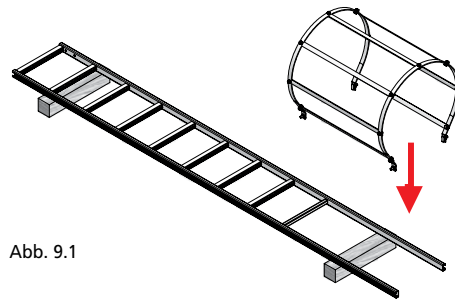

Abb. 9.1
1. Am oberen Ende der Leiter den Rückenschutz anschrauben (Abb. 9.1).